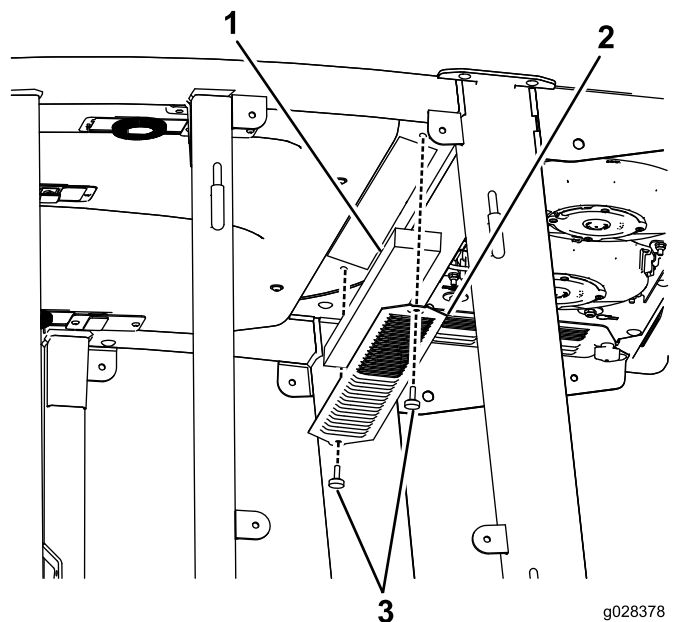
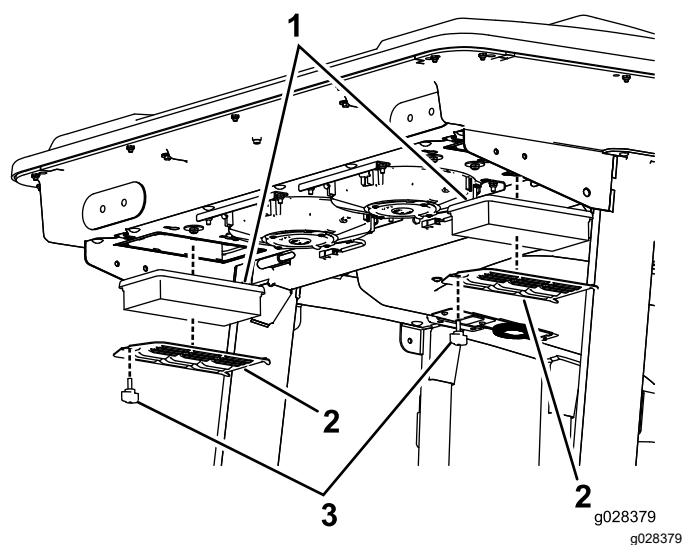

Рисунок 134
Рисунок 135
1. Выверните винты и снимите решетки у салонного и заднего воздушных фильтров кабины (Рисунок 134 и Рисунок 135).